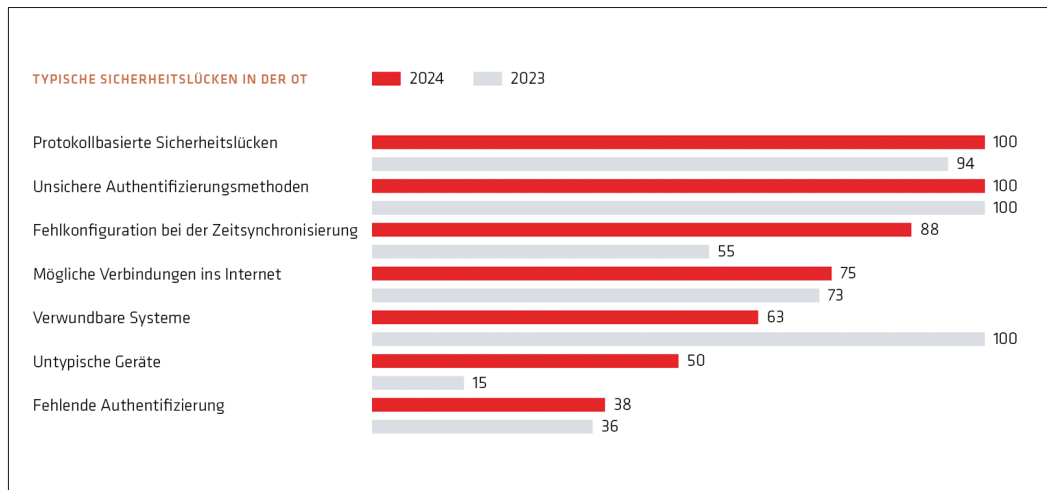

Bild 1: Die am häufigsten während Rhebo Industrial Security Assessments in OT-Netzwerken identifizierten Sicherheitsrisiken
- In jeder OT gibt es mindestens ein Legacy-System oder werden Legacy-Protokolle verwendet, deren Sicherheitslücken nicht mehr gepatcht werden können (Bild 1). Mit dem Ende des Supports von Windows 10 wird sich die Zahl weiter erhöhen.